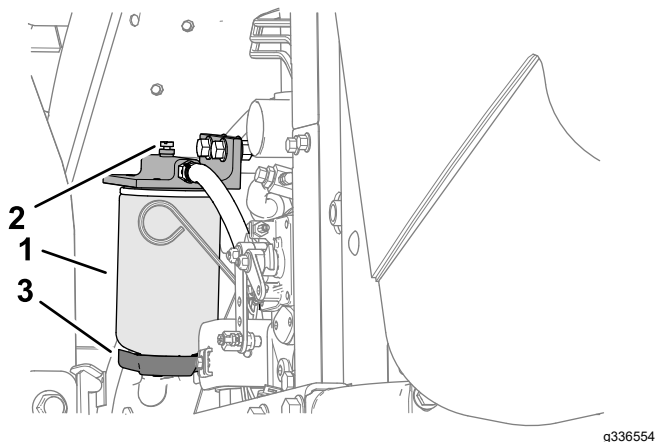

Bild 73
4. Lösen Sie das Ablassventil an der Unterseite der Filterglocke (Bild 73).
3. Reinigen Sie den Anbaubereich der Filterglocke (Bild 73).